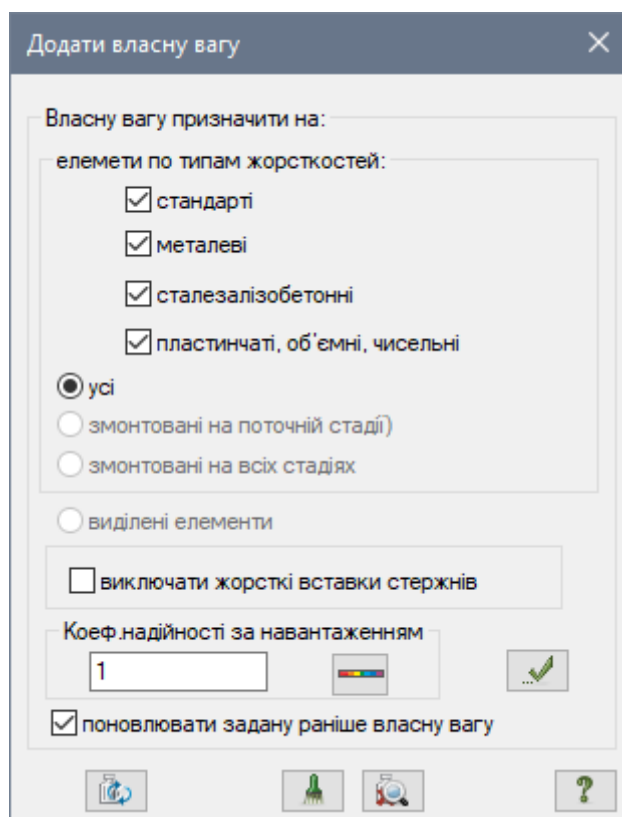

Рис. 6.12. Діалогове вікно **Додати власну вагу**
- Натисканням на кнопку  – **Додати власну вагу** (панель **Навантаження** на вкладці **Створення та редагування**) відкрийте діалогове вікно **Додати власну вагу** (рис. 6.12).